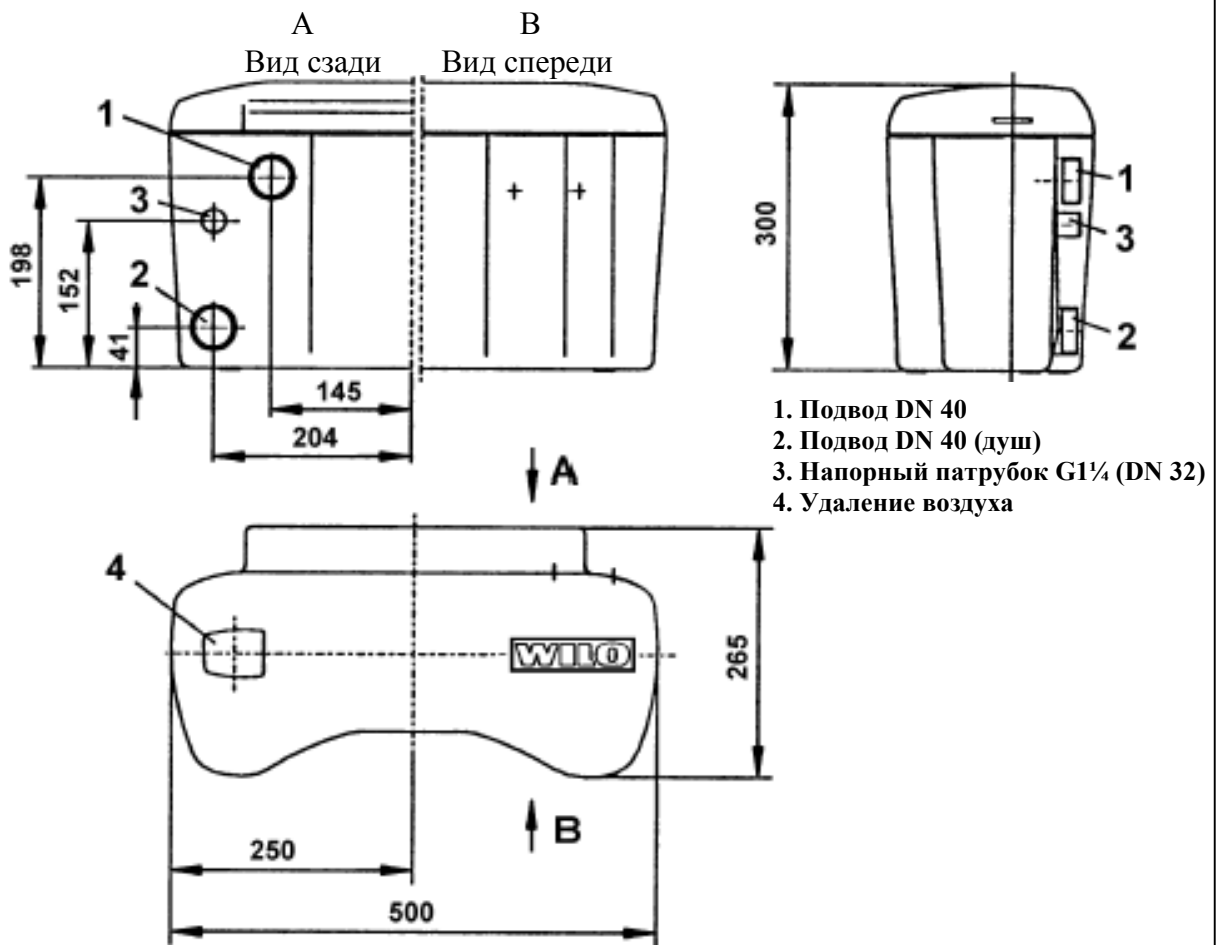

Рис. 3
Присоединения водоотлива (рис. 3, поз. 1/2), а также напорной линии (рис. 3, поз.3) находятся на задней стороне резервуара. Имеющееся позади установки место обеспечивает несложную укладку труб. Благодаря этому возможно присоединение с обеих сторон
- Основные размеры установки - см. рис. 3.
- Присоединить места водоотлива к подводящим линиям (рис. 3, поз, 1/2). Для этого накидную гайку, напорное и уплотнительное кольцо необходимо продвинуть через подводящую линию (внешний диаметр 40 мм, стандартная ПВХ - труба). Задвинуть ПВХ - трубу во входной патрубок и крепко привинтить накидной гайкой к входному патрубку. Не производить герметизацию подводящей линии у резьбы.